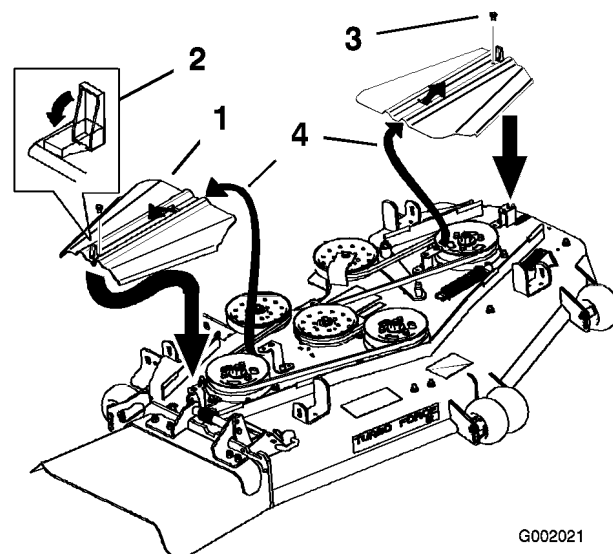
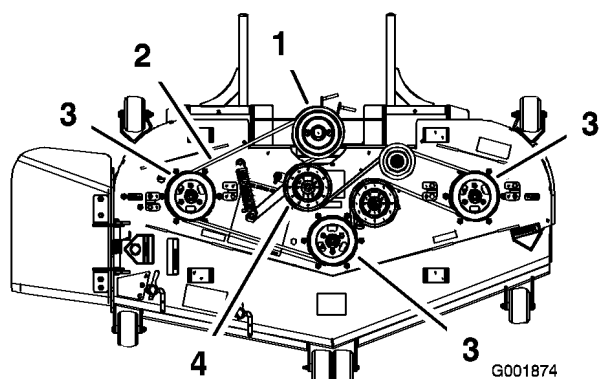
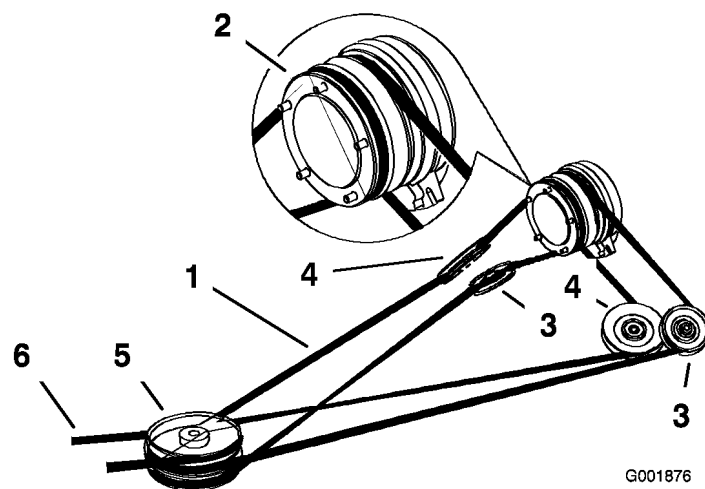

Figura 59
Figura 60
Figura 62
Togliete le viti e i paracinghia (Figura 59).
Togliete la cinghia del tosaerba dalle pulegge e dalla puleggia superiore delle tre pulegge sovrapposte (Figura 59 e Figura 60).
Montate la nuova cinghia attorno alle pulegge del tosaerba ed alla puleggia superiore delle tre pulegge sovrapposte (Figura 59 e Figura 60).
G001882 Tirate il braccio di rinvio a molla per allentare la tensione della cinghia e allineate la cinghia del tosaerba sulla puleggia tendicinghia (Figura 60).
Montate i paracinghia e inserite le linguette negli intagli. Montate le viti e chiudete i fermi (Figura 59).
4. Tirate la puleggia tendicinghia a molla per allentare la tensione della cinghia (Figura 62).
5. Togliete la cinghia del tosaerba dalla puleggia superiore delle tre pulegge sovrapposte (Figura 60 e Figura 62).
7. Montate la nuova cinghia di trasmissione attorno alla puleggia della frizione, alle pulegge tendicinghia regolabili, alla puleggia tendicinghia a molla ed alle tre pulegge sovrapposte anteriori (Figura 62).
9. Montate la cinghia del tosaerba attorno alle pulegge ed alla puleggia superiore delle tre pulegge sovrapposte (Figura 60 e Figura 62).